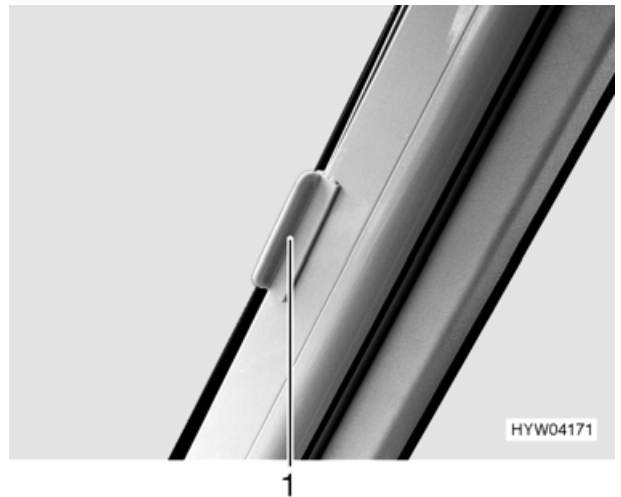

Bild 15 Zusatzverriegelung Faltverdunklungen Bug
- ▶ Während der Fahrt müssen die Faltverdunklungen für die Frontscheibe und die Fahrer-/Beifahrerfenster geöffnet, arretiert und mit der Zusatzverriegelung (Bild 15,1) gesichert sein.